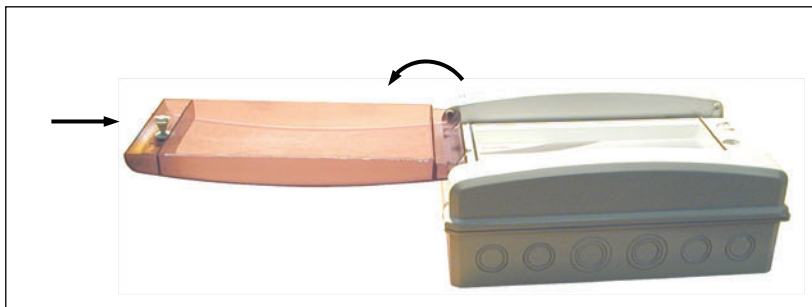

Fig. 17
- Verwijder het scharnierende front (Fig. 17).